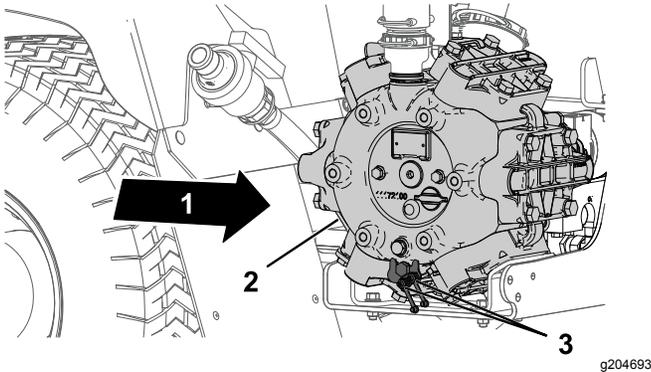

Figura 61
1. Limpie los 2 engrasadores remotos (Figura 61).
2. Bombee grasa en el engrasador remoto (Figura 61).